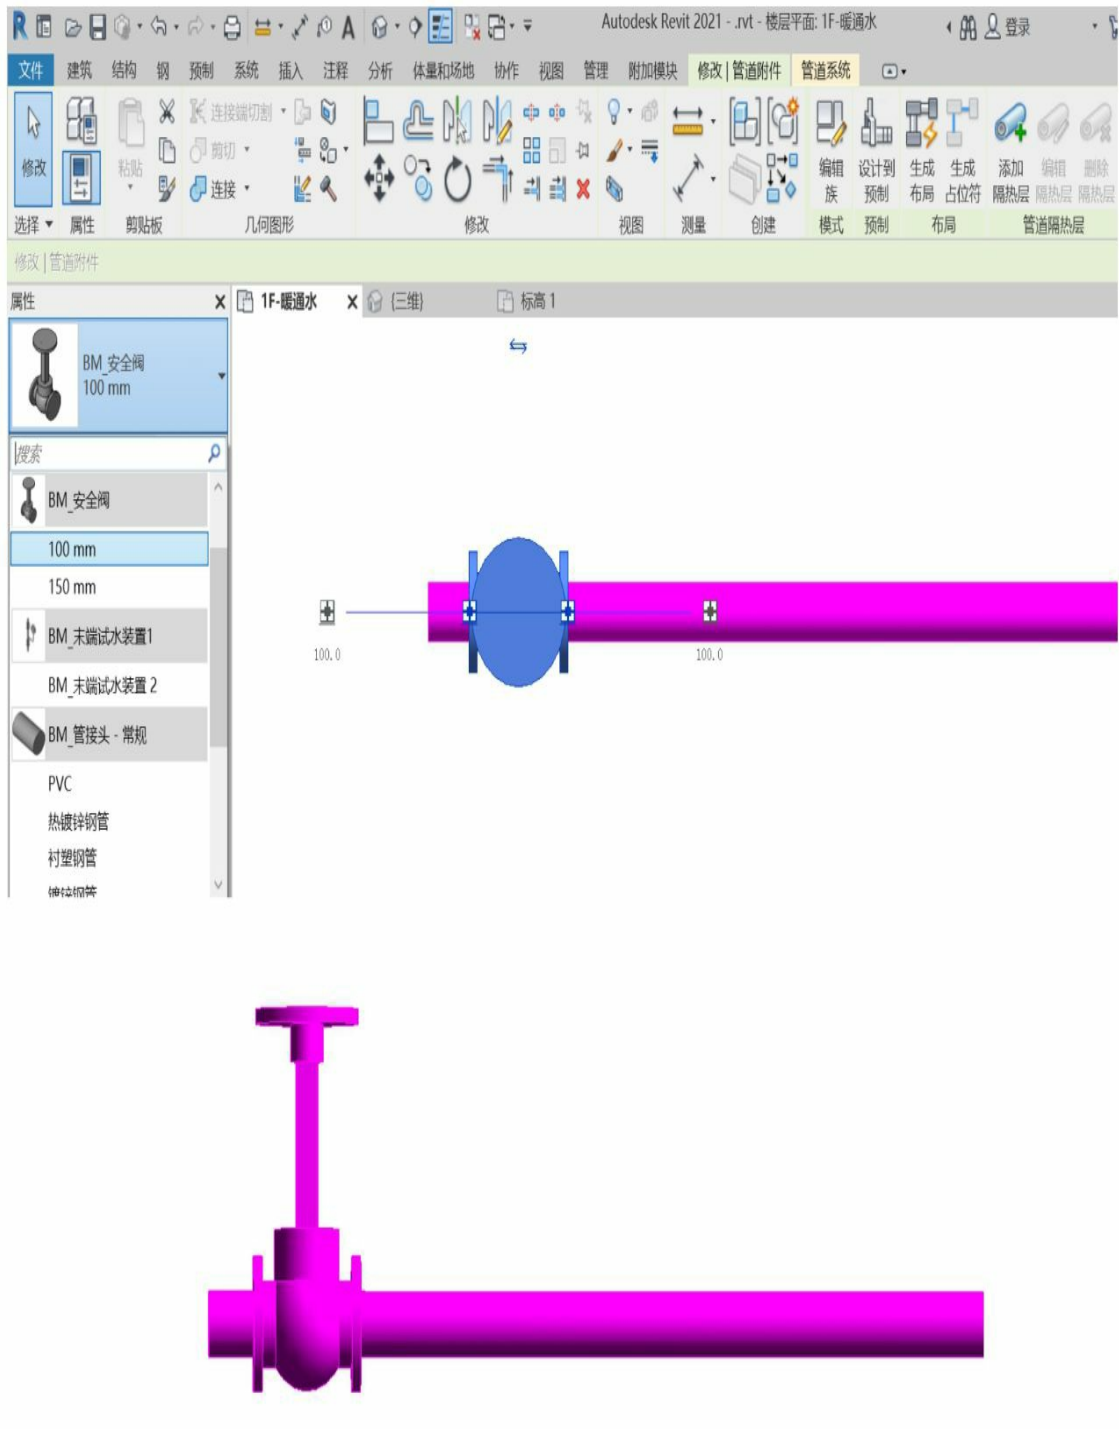

图3-82
(4) 选择活接头，在类型选择器中找到需要的阀门（若项目中没有，则需要自行载入系统族库中的闸阀），即可替换原来的活接头。其他阀门也可以按照这种方法添加。需要注意的是，必须保证活接头和阀门的族类别相同才可以进行替换，如图3-82所示。